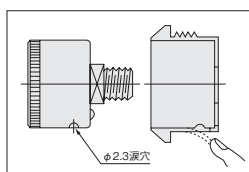

図3
2. 収納する際には、(1) 圧力計ケース裏側の2本の止めビスが下側にあること。(2) パネルマウントケース底部の四角穴の下側に止めビスの逃げ穴があること。以上2項目を確認してから圧力計を押し込み収納してください。
3. 収納した状態において、パネルマウントケース下部の脱落防止用の凸部が、圧力計ケース下部の涙穴(φ2.3)に入っていることを確認してください。圧力計とパネルマウントケースとの組込み位置が正しい場合は、収納する舌片がスナップの役目を果たしてスムーズな収納ができます。スムーズな収納ができない場合は、舌片を指先にて捲り上げますと、収納しやすくなります。(図3参照)